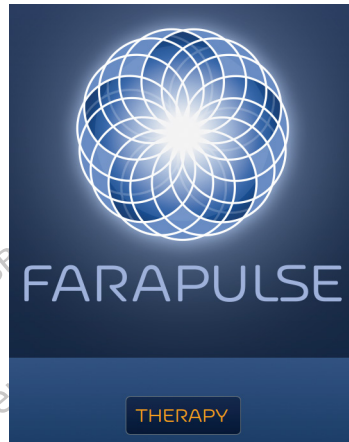

Figura 4. Pantalla de inicio
4. Después de iniciar sesión correctamente, aparecerá la pantalla de inicio, como se muestra en la Figura 4. Pulse THERAPY para entrar en la pantalla de terapia.
Una vez que se haya completado la secuencia de finalización de la intervención, se volverá a mostrar la pantalla de inicio (consulte la Figura 4). Puede apagar el sistema moviendo el interruptor principal de la parte posterior de la unidad a la posición de OFF.